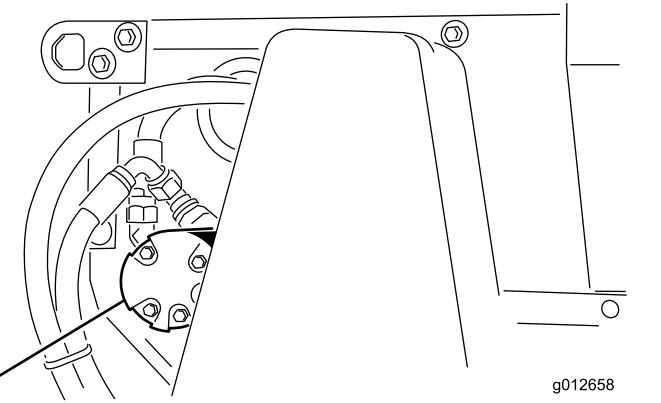

Figure 38
2. Desserrez les écrous qui fixent le moteur de la brosse (Figure 38) sur le côté gauche de la machine.